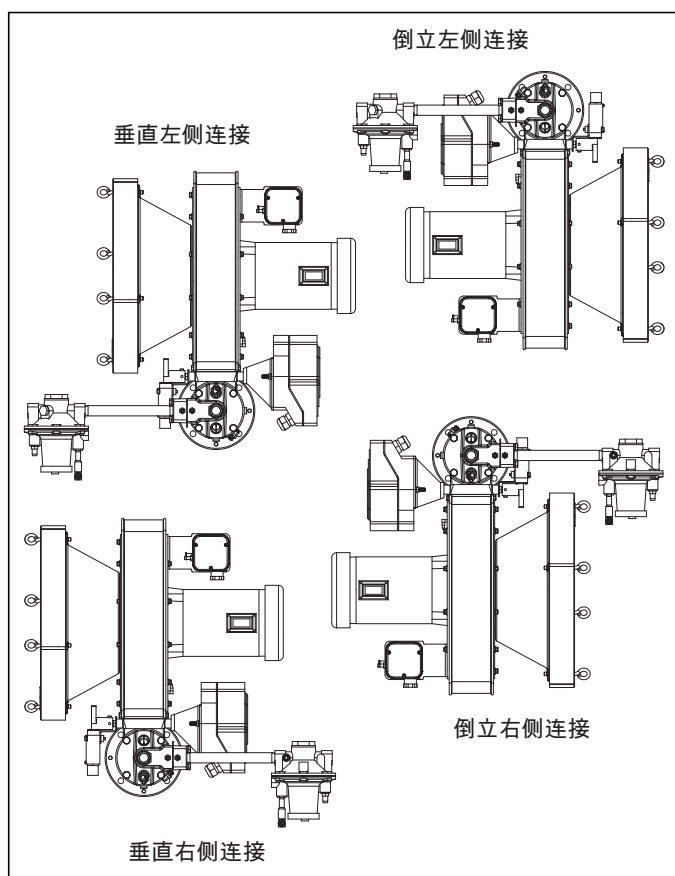

图 3.1. 配置选择和电机方向选择
- 燃料类型：热量值的变化，专门的比重以及专门的指数计量会影响燃烧器的运作。假如任何参数的变化超过图 3.1 规定的 $\pm 5\%$ ，请联系 Eclipse 公司以检查燃料的适用性。每一个 RatioAir 燃烧器性能数据，尺寸和规格的详情请参阅数据表 115-1 至 115-11。